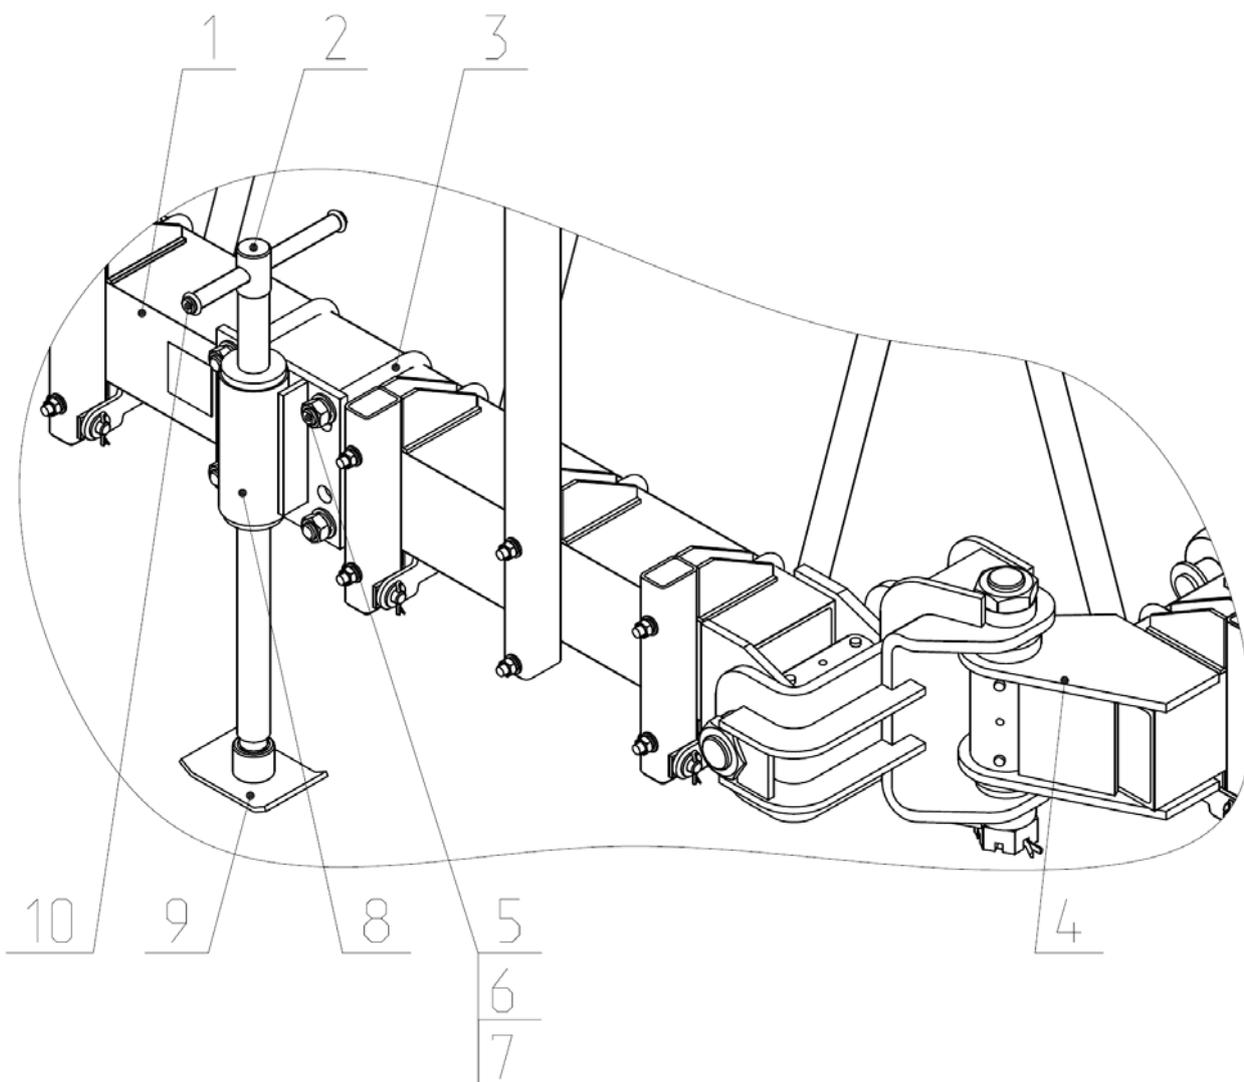

Рис.6 Опора стояночная.
2.1.6 Стояночная опора (рис.6) служит для обеспечения устойчивого положения борона в отцепленном (транспортном) положении, а также для регулирования положения снлицы по высоте. Опора состоит из стакана 8, винта 2, пяты 9, ручки 10. Закрепляется опора на трубе боковой балки 1 скобами 3. гайками 5 и шайбами 6, 7. Регулирование положение снлицы по высоте производят путем прокручивания винта 2 в стакане 8.
-отсоединять борону в транспортном положении от трактора без установленной стояночной опоры на боковой балке согласно рис.6. Все работы, связанные с ремонтом и техническим обслуживанием, производить на отцепленном или опущенном орудии, при заглушенном двигателе трактора.